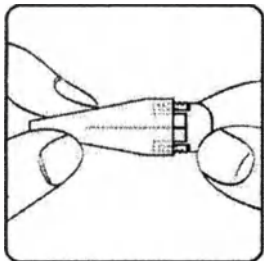

Рис.92.
6. Утилизируйте иглу-проводник, надев на нее колпачок (Рис.92).